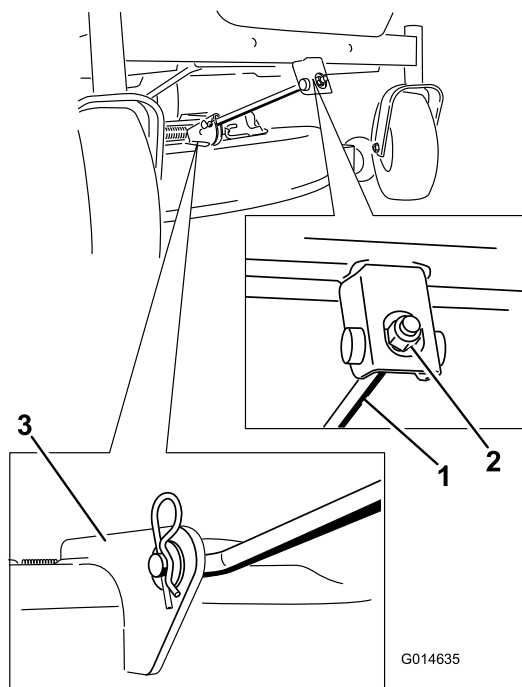

Рисунок 70
5. Снимите шплинт с переднего опорного стержня и снимите стержень с кронштейна деки (Рисунок 70).
6. Прикрепите передний опорный стержень к деке газонокосилки с помощью шплинтуемого штифта и шплинта (Рисунок 70).